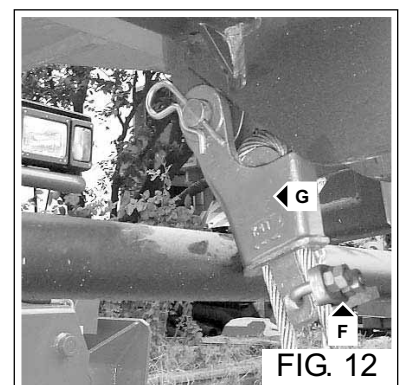

FIG. 12
- Visser le mors de sécurité du câble au serre-câble (Fig. 12 - Réf. F).
- Monter le ferme-câble dans le logement situé sous les poulies guide-corde (Fig. 12 - Réf. G).
- Screw the safety clamp back on the cable clamp (Fig. 12 - Ref. F).
- Fit the cable clamp in its housing under the rope guide pulley (Fig. 12 - Ref. G).
- Enroscar el soporte de seguridad cuerda en el bloqueo cable (Fig. 12 - Ref. F).
- Montar el bloqueo-cable en el respectivo alojamiento bajo las poleas guía-cable (Fig. 12 - Ref. G).